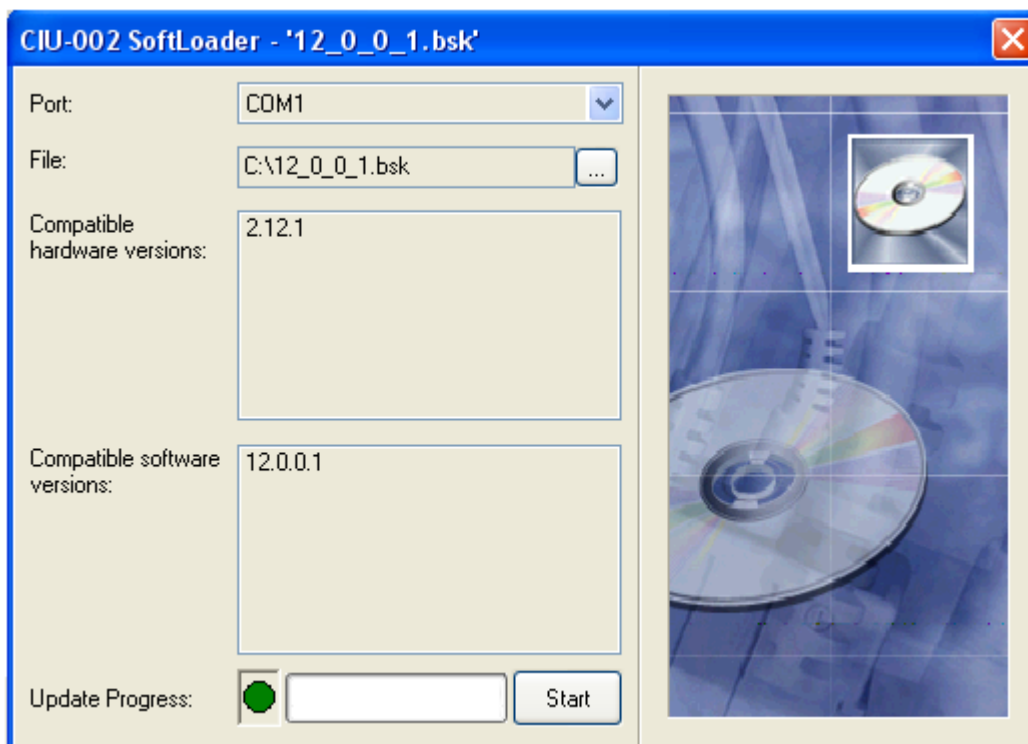

Рисунок 4.5.1
- д) запустите на своем компьютере программу «**CIU002\_SoftLoader**» (рис. 4.5.1). Выберите последовательный порт компьютера к которому подключен прибор;